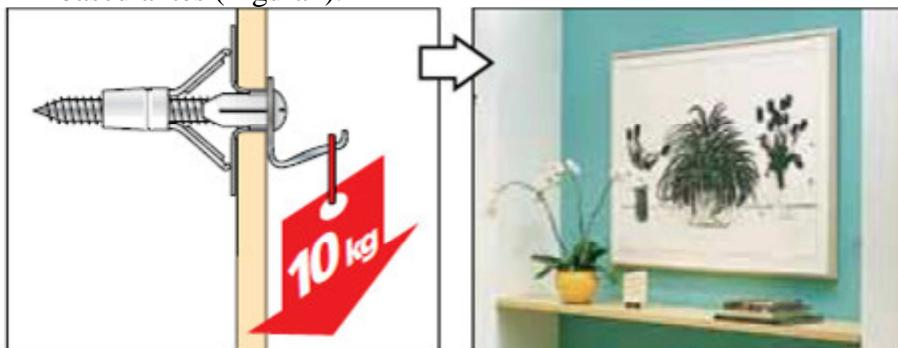

Figura 1 - Fixação de cargas de até 10 kg.
a) Cargas de até 10 kg\* podem ser aplicadas diretamente nas placas Cimentícias ou chapas de gesso para drywall, com buchas plásticas ou metálicas, de expansão ou basculantes (Figura 1).